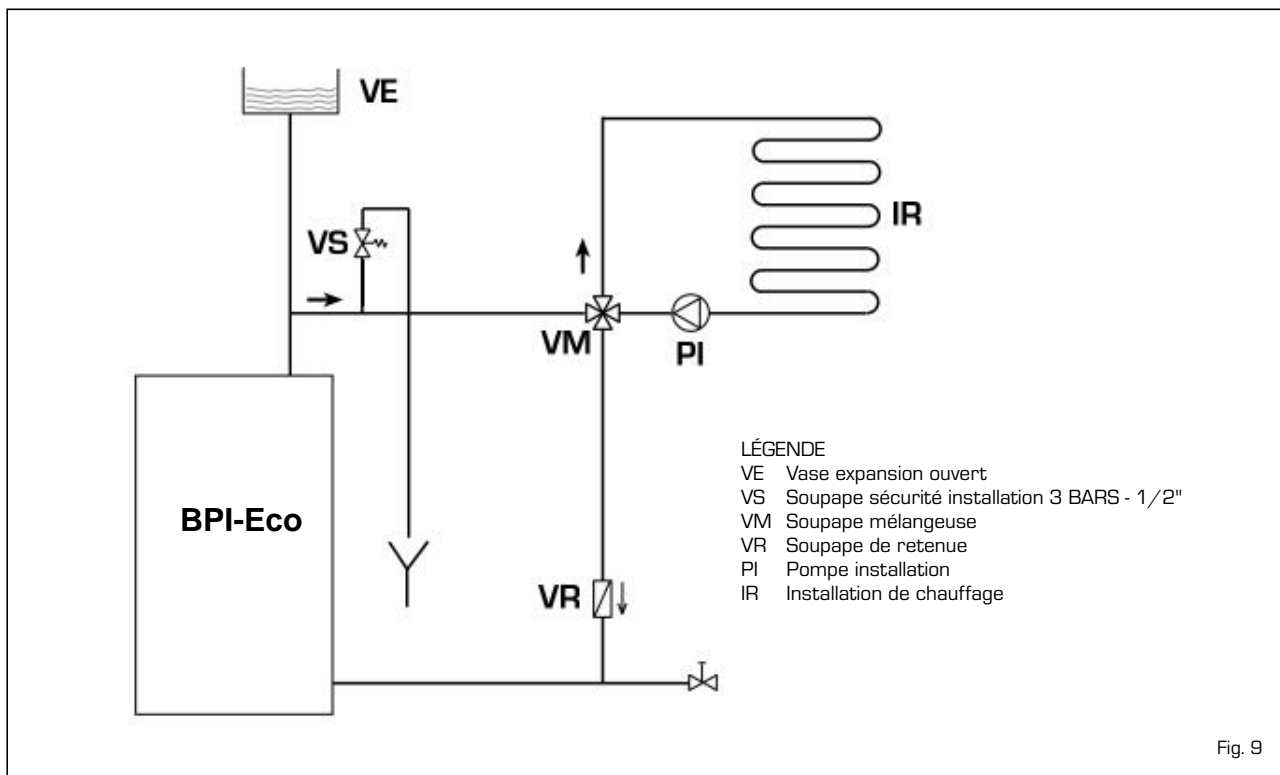

Fig. 9
### 4.8.1 Installation avec vase d'expansion ouvert (fig. 9)
- L'installation à laquelle est branchée la chaudière doit être de préférence avec un système à vase d'expansion de type ouvert (fig. 9).